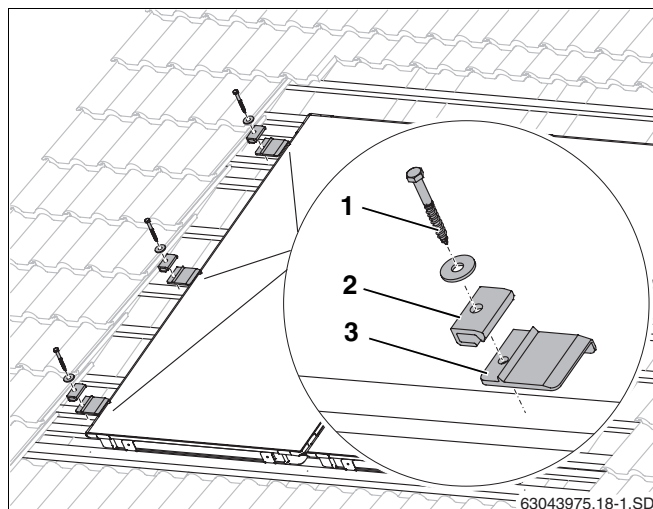

Рис. 30 Установка левого прижима
- Слегка приподнять коллектор и сдвинуть вниз под коллектор левые подкладные пластины (рис. 30, **поз. 3**) на 2-ой и 3-ей дополнительных рейках, а также в середине коллектора на имеющейся рейке так, чтобы выступ уперся в край коллектора.
- Для винта (рис. 30, **поз. 1**) нужно заранее просверлить отверстие сверлом 4 мм.
- Закрепить односторонний прижим (рис. 30, **поз. 2**), установив винт 6×40 (рис. 30, **поз. 1**) и подкладную шайбу (используйте ключ SW 10).